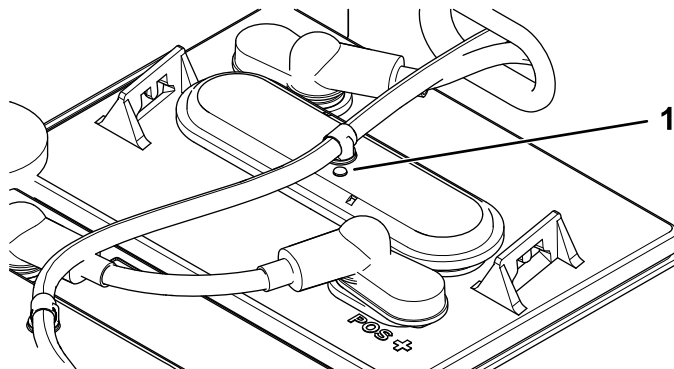

図 36
3. 各バッテリーのアイレットの色黒または白を調べる 図 36。